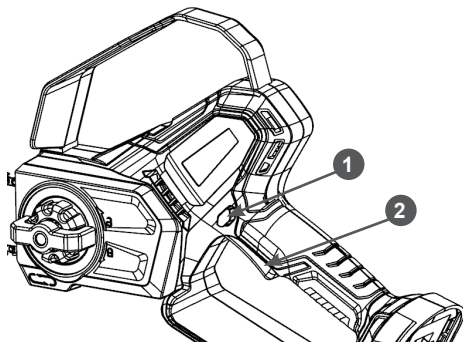

Рис. 3 Расположение органов управления на рукоятке
1. Нажмите и удерживайте кнопку 1 (Рис. 3) блокировки рычага включения, после чего нажмите рычаг включения 2 (Рис. 3), пила включится, цепь начнет крутиться.